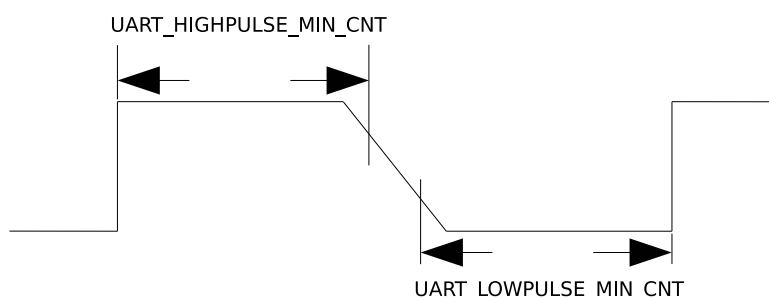

图 26-4. UART 信号下降沿较差时序图
2. 对于 UART 信号的下降沿信号比较差的情况，如图26-4所示，这时通过取 `UART_LOWPULSE_MIN_CNT` 与 `UART_HIGHPULSE_MIN_CNT` 的和平均得到的值不准确，可以通过 `UART_POSEDGE_MIN_CNT` 获取发送方波特率。计算公式如下：